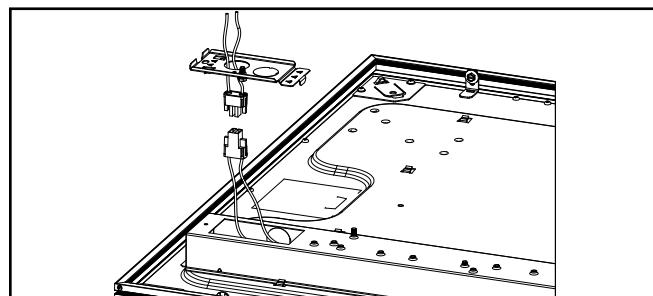

Figure 5.
7. Retirez l'entrée défonçable pour acheminer le câble d'alimentation. Fixez le fil de mise à la terre au fil d'alimentation de mise à la terre. À l'aide du raccord linéaire, fixez le fil noir (tension) au fil d'alimentation noir, et le fil blanc (neutre) au fil d'alimentation blanc (Fig. 5).
REMARQUE : Le luminaire est compatible avec les systèmes de batterie de secours y compris les modèles EBLED7W et EBLED14W de Surelites. Si vous utilisez un système de batterie de secours, retirez le couvercle du pilote pour accéder aux fils d'alimentation DEL et suivez les instructions de câblage de la batterie de secours (Fig. 5). Assurez-vous de réinstaller le couvre-joint du pilote après avoir effectué le câblage.